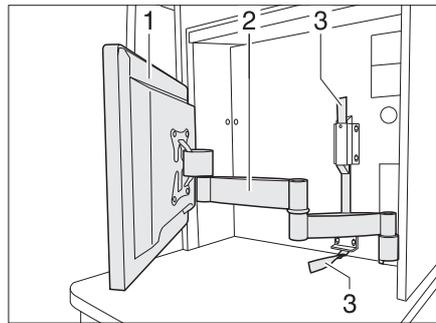

Bild 102 Flachbildschirm mit Gelenkarm
- Am Textilband (Bild 102,3) ziehen, um den Gelenkarm (Bild 102,2) zu entriegeln.
- Flachbildschirm (Bild 102,1) in die gewünschte Position schwenken.